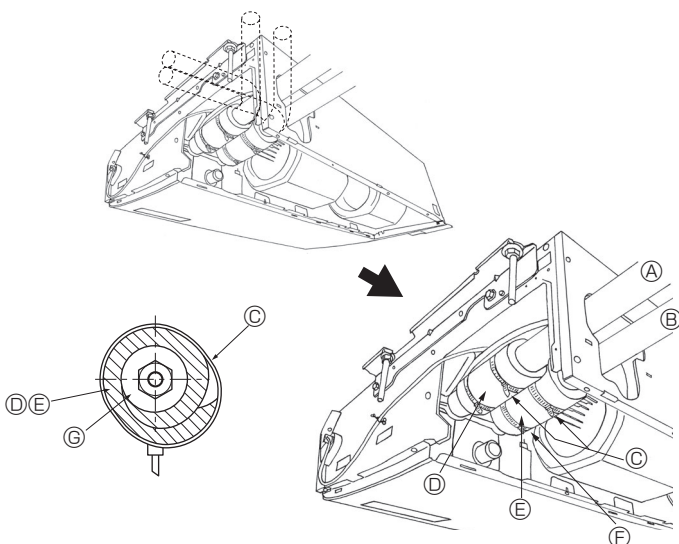

Fig. 4-3
4.3. Εσωτερική μονάδα (Fig. 4-3)